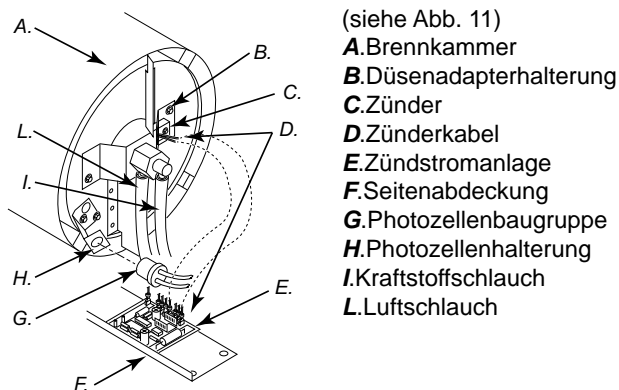

Abbildung 11 – Zündkabel von der Zündstromanlage abtrennen.
4. Die Zünderkabel (schwarz) von der Zündstromanlage abtrennen (siehe Abb. 11). Die Zünderkabel durch das Loch im unteren Gehäuse nach oben ziehen.
- aus der Photozellenhalterung entfernen (siehe Abb. 11).